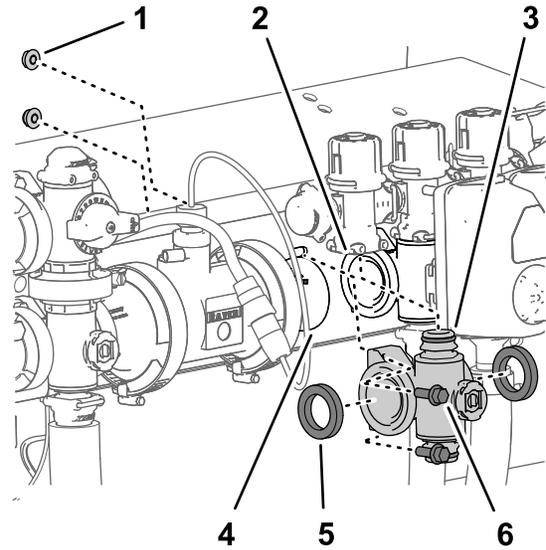

Figura 112
- Para os coletores da válvula da seção esquerdo ou direito, retire os dois parafusos de cabeça flangeada (1/4 pol. x 3/4 pol.) e as duas porcas de bloqueio flangeadas (1/4 pol.) que prendem o coletor da válvula de seção ao suporte da válvula (Figura 112).
- Mova o coletor da válvula de seção e as juntas para baixo para haver espaço para a válvula de distribuição da seção e depois afastando da máquina (Figura 112).